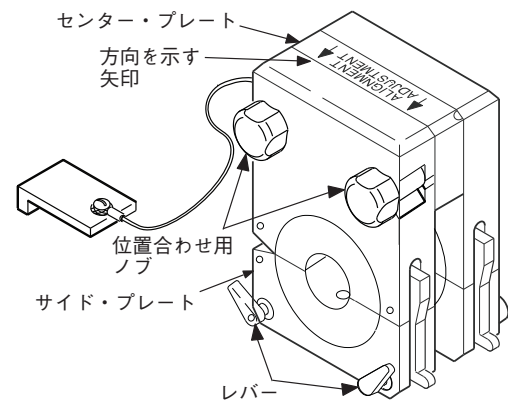

図 17：サイド・プレートを緩める
1. フィクチャー・ブロックをひっくり返し、センター・プレート上の方向を示す矢印を見つけます。この矢印は、適切なサイド・プレートを指し示しています。図 17 をご参照ください。
2. サイド・プレートをセンター・プレートから緩める程度に2個の位置合わせ用ノブを緩めます。図 17 をご参照ください。